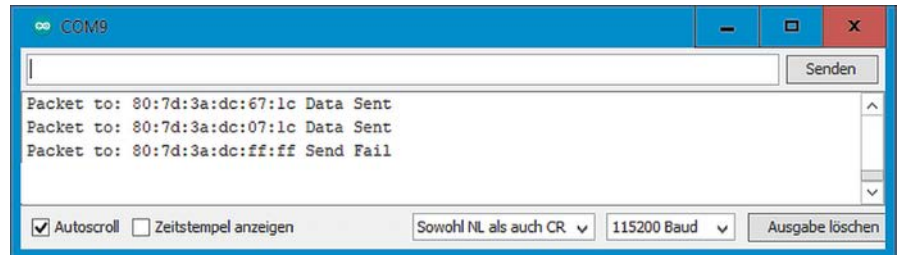
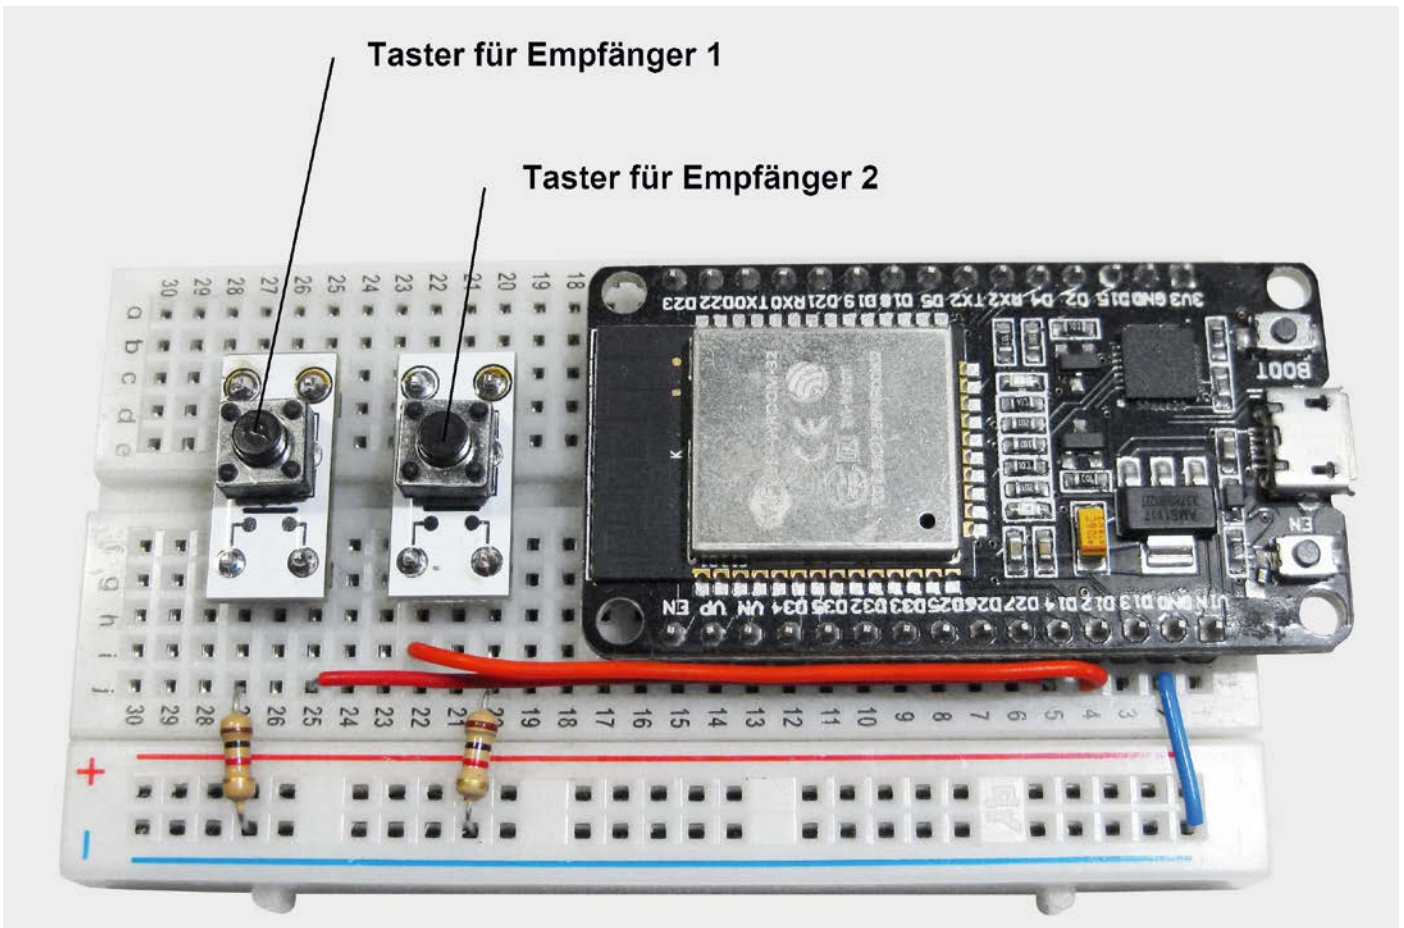

Bild 7: Nur zwei Empfänger sind aktiv!
Bild 8: Handsender für das drahtlose Schalten von zwei LED-Beleuchtungen
Durch die Callback-Funktion steht am Sender die Information über die erfolgreiche Übertragung zur Verfügung. Beim Betrieb von nur zwei Empfängern wird die dritte Informationseinheit als unzustellbar markiert (Bild 7).
- Innen- und Außenbeleuchtungen drahtlos geschaltet werden. Wie in den letzten Abschnitten klar wurde, muss dazu nur jeder eingesetzte Empfänger separat beim Sender angemeldet werden. Zum Schalten genügt eine boolesche Variable (Ein = True / Aus = False). Im folgenden Projekt werden zwei LED-Beleuchtungen über einen Sender individuell geschaltet (Bild 7 und Bild 8).